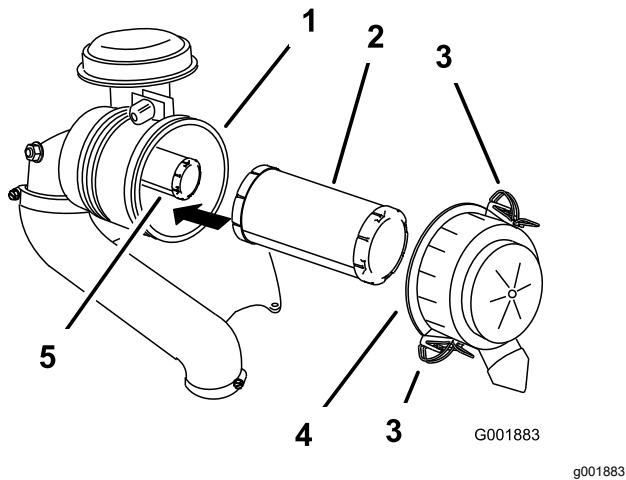

Figura 41
3. Liberte os trincos do filtro de ar e empurre a cobertura do filtro de ar para fora do corpo do filtro (Figura 41).
3. Empurre com cuidado o filtro principal sobre o filtro de segurança (Figura 41).
4. Monte a cobertura do filtro de ar e fixe os trincos (Figura 41).
5. Empurre suavemente o filtro primário para fora do corpo do filtro de ar (Figura 41).
2. Se substituir o filtro interior, empurre-o com cuidado para o corpo do filtro (Figura 41).